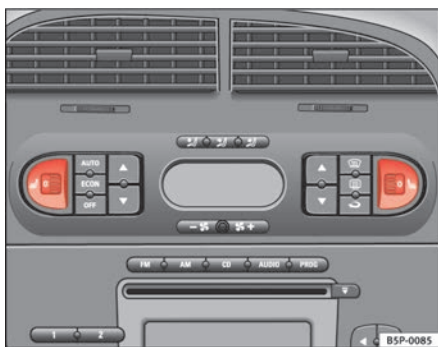

Fig. 96 Ruedecillas moleteadas de la calefacción de los asientos delanteros
- Gire la ruedecilla correspondiente ⇒ **fig. 96** para encender la calefacción del asiento. En la posición **0** la calefacción del asiento está desconectada.